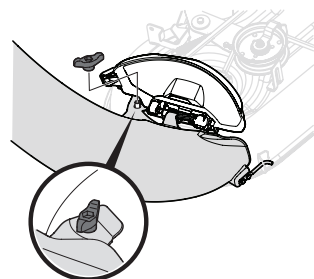

Figura 21
- Fije el maletero a la plataforma con la perilla de aletas (720-04122) del paquete de herrajes 689-02364. Consulte la Figura 21.